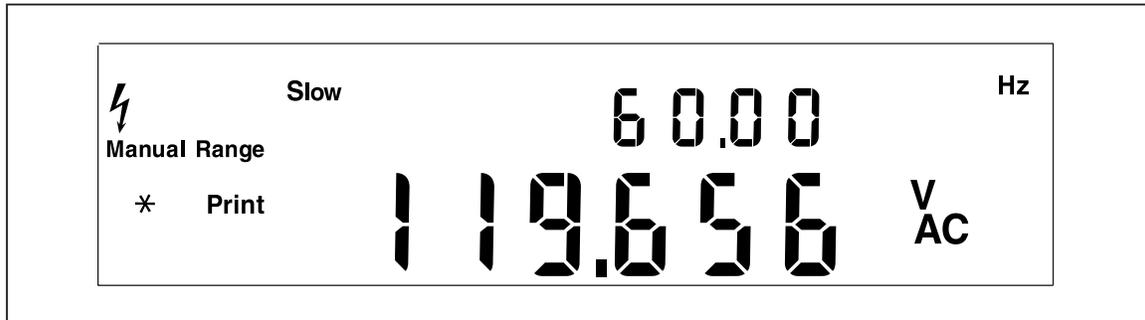

Figura A-1. Ejemplo de la pantalla doble mostrando los voltios y la frecuencia CA.
5. Inserte las sondas de prueba en un tomacorrientes de pared. La pantalla se parecerá a la Figura A-1. La pantalla real depende del suministro de energía local.